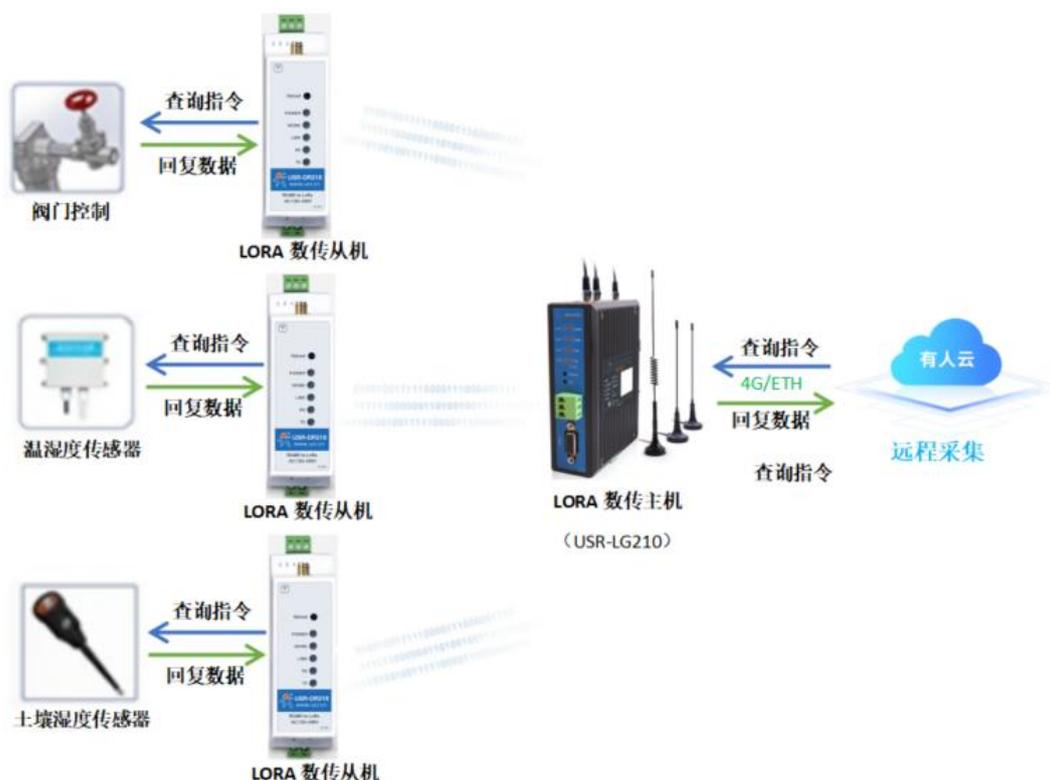

图 4 智慧农业系统示意图
(1) 场景特点：各传感器使用的采集指令相同（用户设备本身不带有设备编号），且需要对不同设备进行不同的控制操作（如阀门）。
(2) 适用模式：固定 ID 通讯模式或指定 ID、信道、速率传输模式。
(3) 应用详情（以单一网络应用采集蔬菜大棚土壤温湿度及控制灌溉阀门为例），如“图 4”所示：